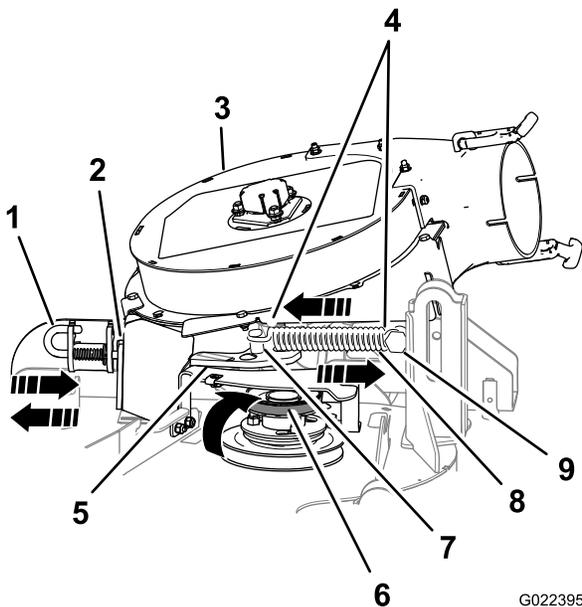

Bild 8
1. Ziehen Sie die federbelastete Spannrolle von der befestigten Federstrebe und entfernen Sie den Riemen von der Spannrolle (Bild 8).
2. Bewegen Sie die Spannscheiben-Schwenkhalterung zur starren Federstrebe. Entfernen Sie den Haken der Feder von Spannscheibenfederstrebe (Bild 8).
5. Bewegen Sie Verriegelungsbolzen des Gebläses in die offene Position und schwenken Sie das Gebläse nach außen (Bild 8).
- Öffnen Sie den Verriegelungsbolzen des Gebläses, schließen Sie das Gebläse am Mähwerk und befestigen Sie den Verriegelungsbolzen an der Kanalhalterung (Bild 8).
- Bewegen Sie die Spannrolle in Richtung der fixierten Federstrebe und installieren Sie die Feder durch ausfluchten des Federhakens an der Spannfederstrebe (Bild 8).